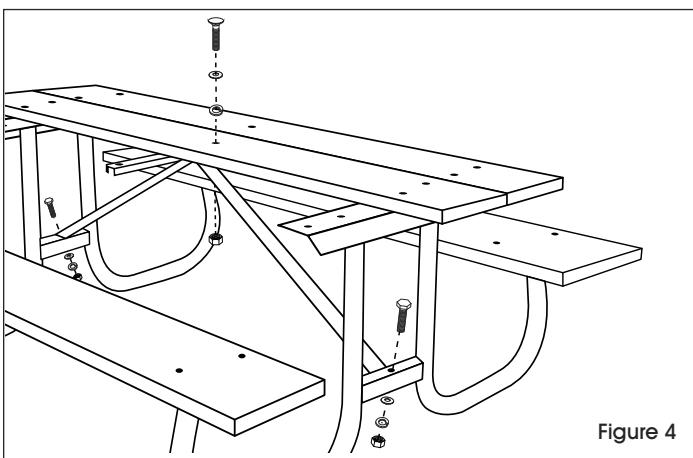

Figure 4
6. Installez les bras de support de manière à ce qu'une extrémité se fixe au trou du milieu de la traverse médiane et l'autre au cadre de table. Fixez-les lâchement dans le trou du centre de la table à l'aide d'un boulon de carrosserie de 3 po, d'une rondelle de blocage et d'un écrou hexagonal. (Voir Figure 4)
7. Fixez les bras de support au cadre à l'aide de boulons à tête hexagonale de 1 po, de rondelles plates, de rondelles de blocage et d'écrous hexagonaux. (Voir Figure 4)